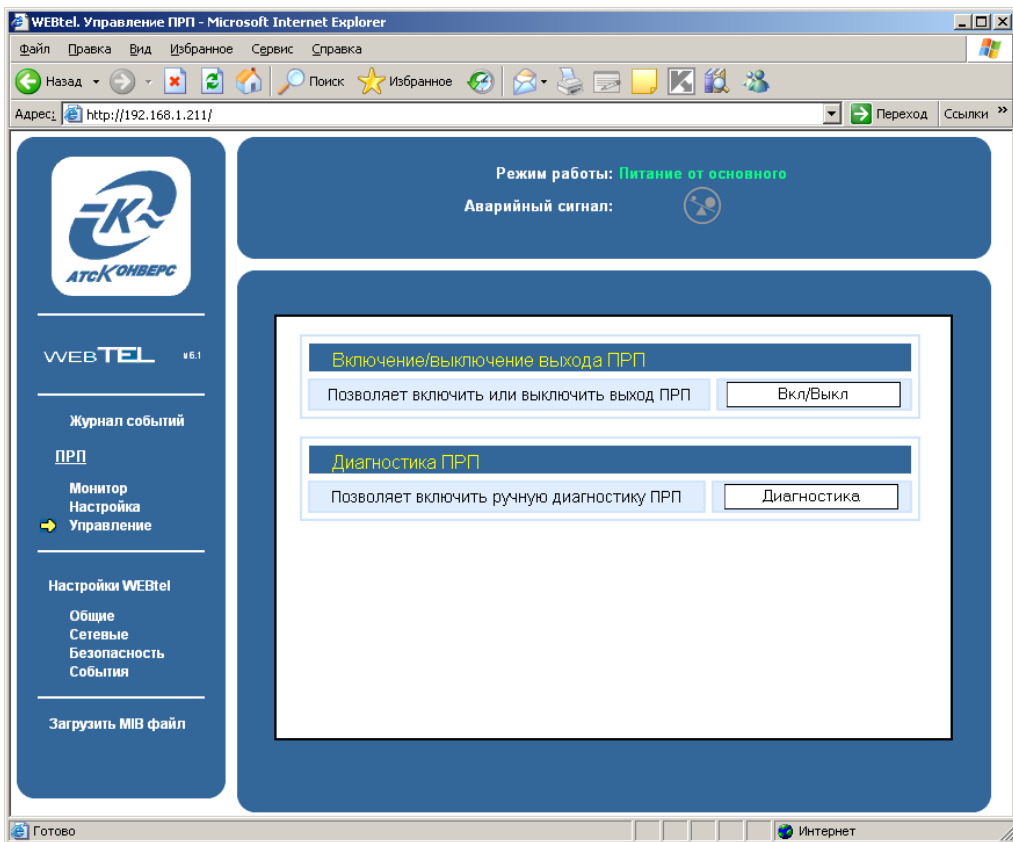

Рисунок 11 – Страница управления ПРП
7.5.1 Вход на эту страницу (рисунок 11) защищен паролем аналогично п. 7.4.